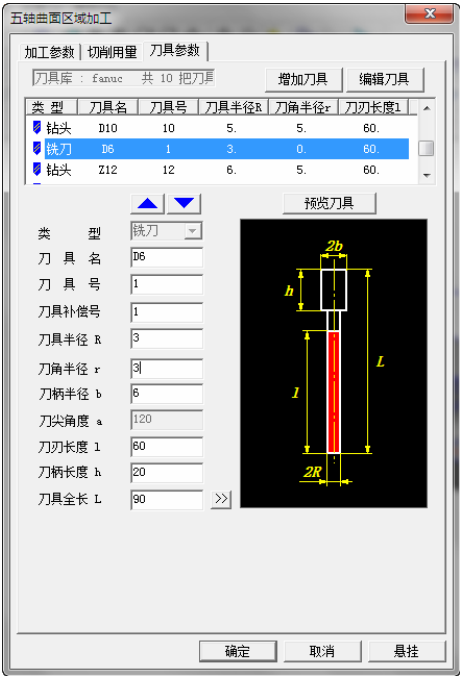

图 8-271 “刀具参数”选项卡
3) 单击“刀具参数”选项卡，选择刀具名称为 D6 球铣刀，其他“刀具参数”数值如图 8-271 所示。